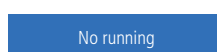

Bild 7. Funktionsberedskap
- Funktionsberedskapsläge när programmet valts men inte aktiverats (bild 7).